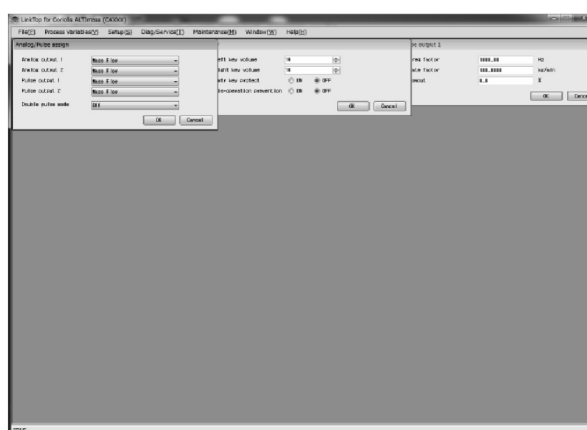

図172
- ③ 「TileVertical」 選択時は、図172のように左右に並べて表示します。